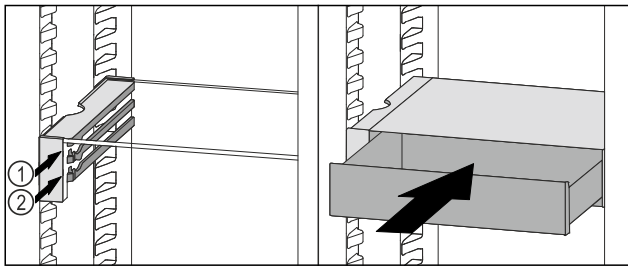

Fig. 207
- ▶ A VarioSafe-fiókot az ütközők mögött helyezze a kívánt bordára a Fig. 207 (1) vagy Fig. 207 (2) szerint.